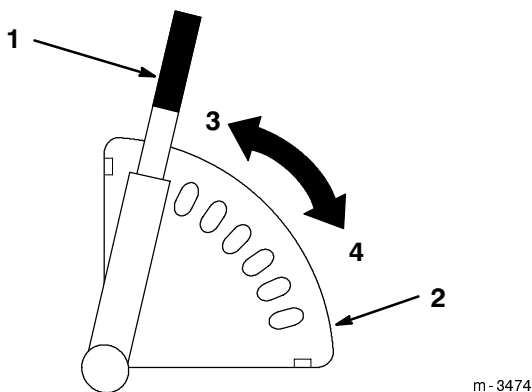

Figure 15
- 1. Mettre le tracteur en marche, serrer le frein de stationnement et relever le plateau de coupe. Descendre de la machine. Tirer le levier de hauteur de coupe vers l'extérieur pour le dégager de la plaque de hauteur de coupe, l'amener dans la position correspondant à la hauteur de coupe souhaitée et le laisser revenir vers l'intérieur pour qu'il s'engage dans la plaque (Fig. 15).